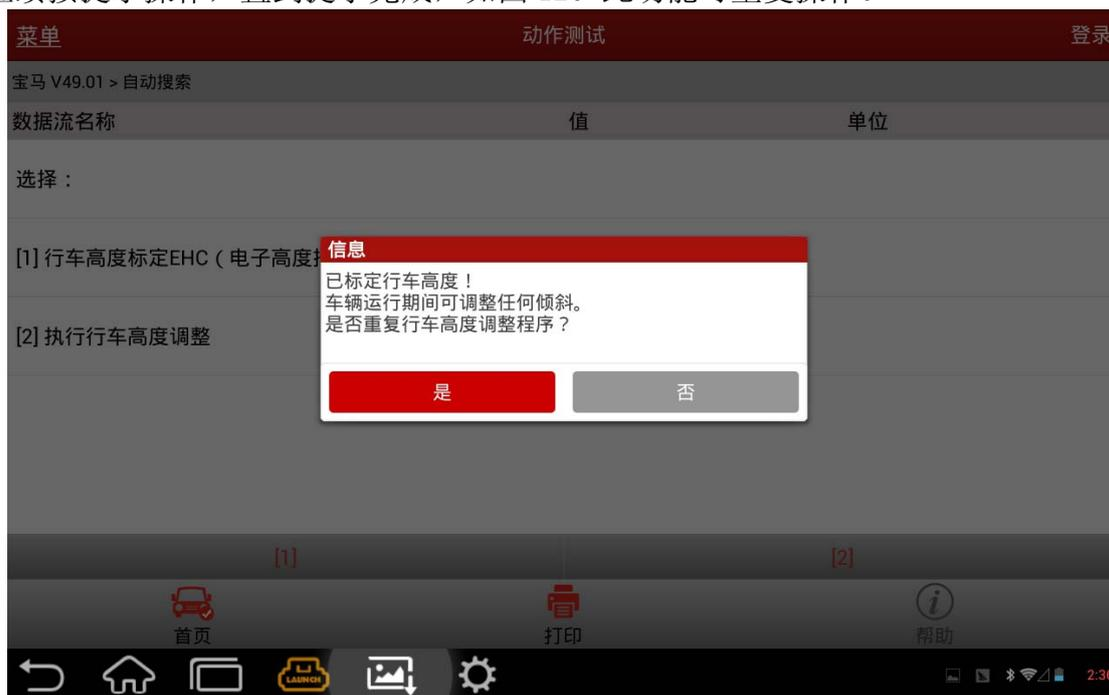
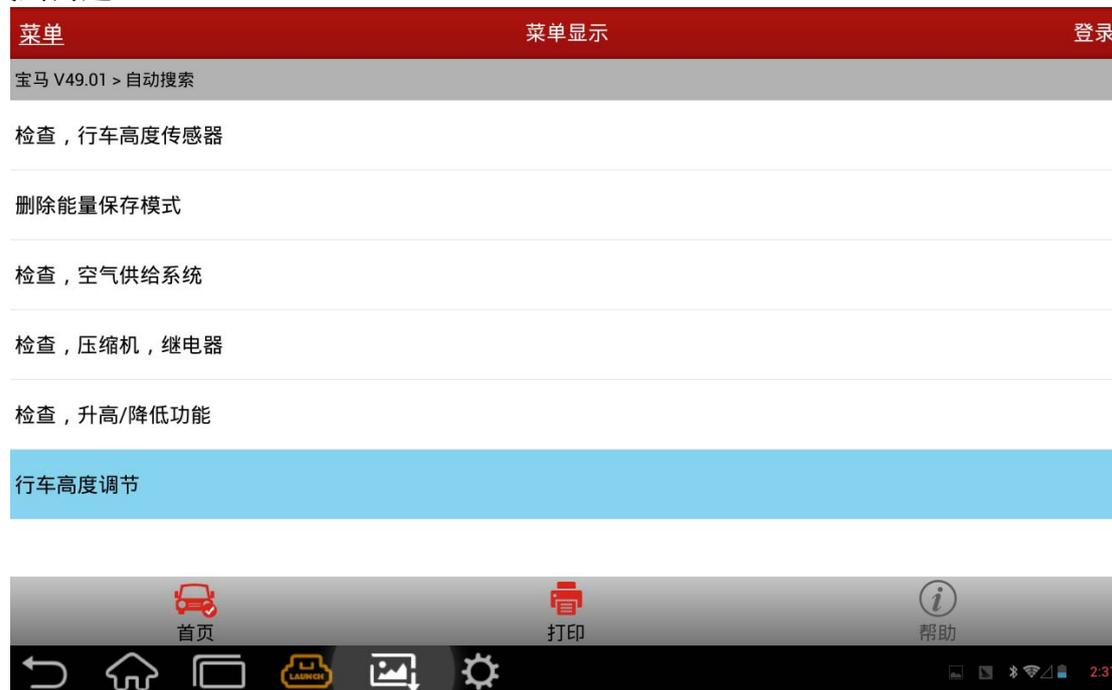

图 12
图 13
18). 继续按提示操作，直到提示完成，如图 12。此功能可重复操作。
- 19). 特别注意, 如图 12 提示所说, “车辆运行期间可调整任何倾斜”。实际做过程中, 只要提示成功, 就表示调整完成, 虽然测量会发现高度还是不平衡。当车辆达到一定速度行驶一段路程, 行车高度会自行调整到预设值。若无效果, 可根据图 13 菜单进行其它检查来找到问题。